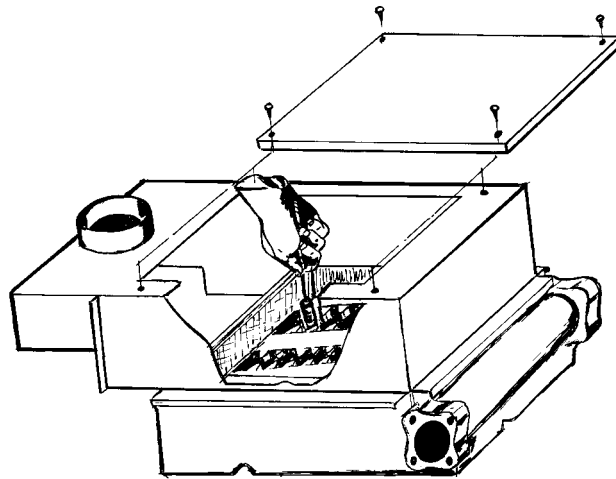

Fig.11
2.7.1. Nettoyage du corps de chauffe (Fig.11)
2.7.1. Reiniging van de warmtewisselaar (Fig.11)